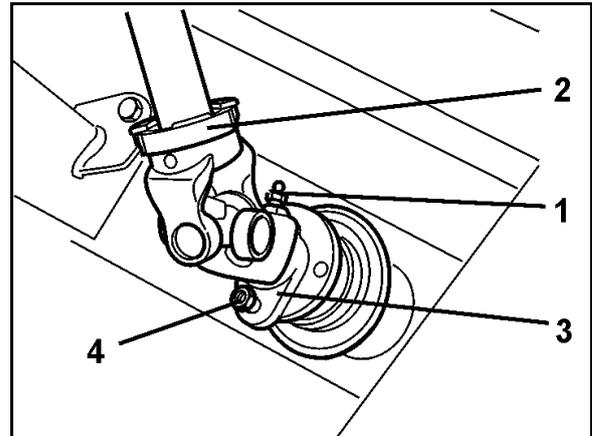

Fig. 80
1. Dévissez le graisseur (Fig. 80/1) logé dans la mâchoire d'accouplement (Fig. 80/2) de l'arbre à cardan.
2. Retirez la vis de cisailement (Fig. 80/4) logée entre le flasque de la mâchoire de l'arbre à cardan (Fig. 80/3) et le flasque de l'arbre d'entrée du boîtier.